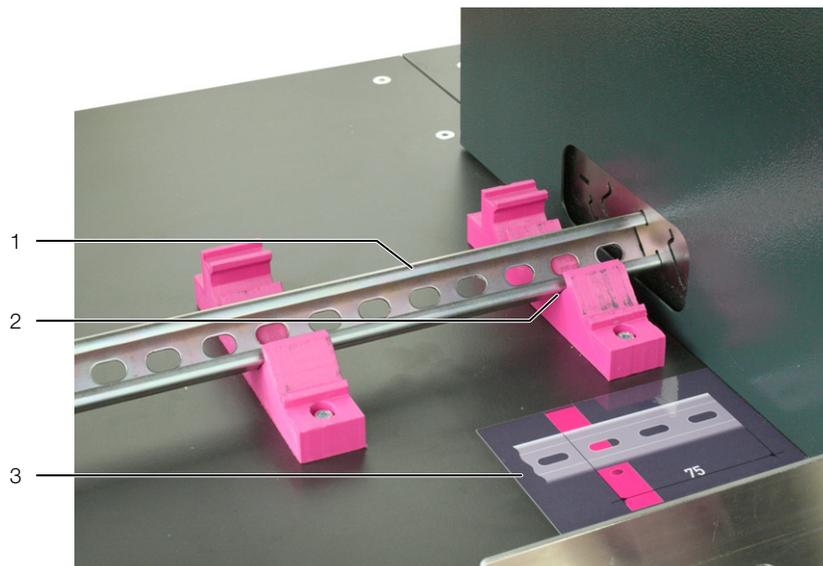

Fig. 14 : placement du rail porteur sur la surface de dépose
- Poser le rail porteur par rapport à l'autocollant de telle manière que celui-ci indique la position de coupe, en fonction des perforations (en règle générale entre deux trous oblongs, fig. 14).